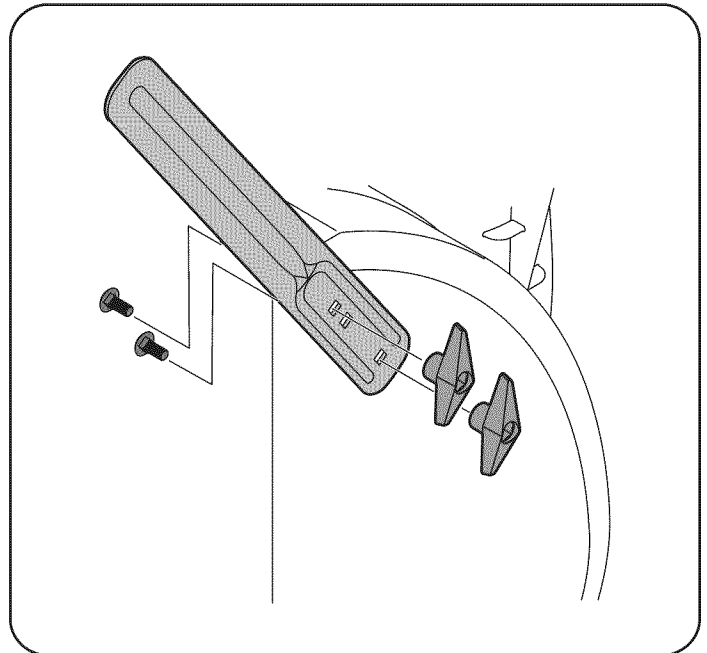

Figura 14
3. Acople los cortadores de desplazamiento de nieve con los tornillos y los pomos de mariposa de seguridad que se retiraron antes. Vea la Figura 14.